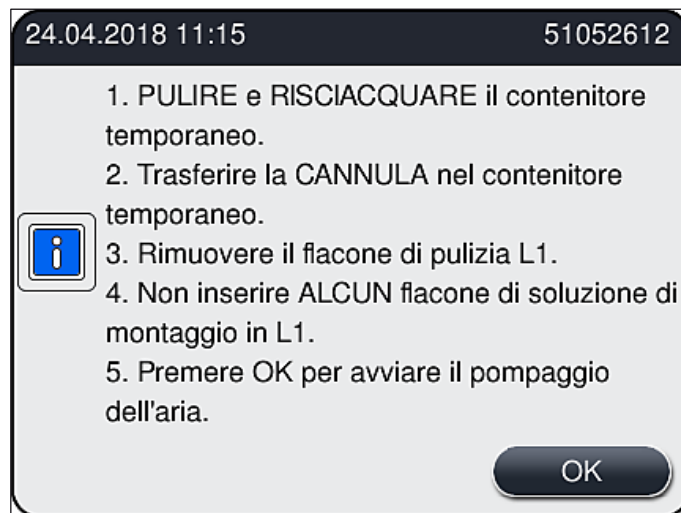

Fig. 105
4. Prendere nota del successivo messaggio informativo (→ Fig. 105) contenente istruzioni e confermarlo con il pulsante **Ok**.